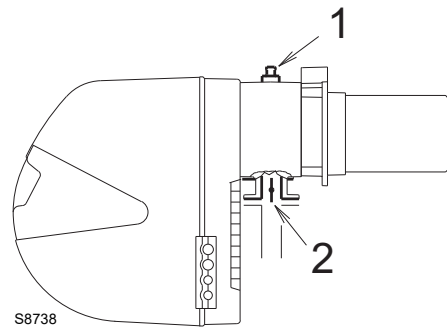

Fig. 18
Pressione del gas misurata alla presa 1)(Fig. 18), con:
Perdita di carico farfalla gas 2)(Fig. 18) con apertura massima: 90°.
- sottrarre dalla pressione del gas alla presa 1)(Fig. 18) la pressione in camera di combustione.
Per conoscere invece la pressione del gas necessaria alla presa 1)(Fig. 18), fissata la potenza massima di modulazione alla quale si desidera funzioni il bruciatore:
- Leggere sulla destra, colonna 1, la pressione alla presa 1)(Fig. 18).
pressione necessaria alla presa 1)(Fig. 18).